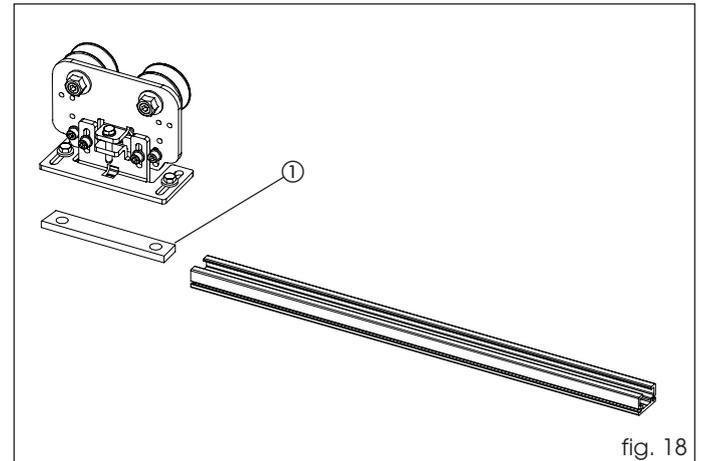

fig. 18
Sur les automatismes 940, remplacer la plaquette du chariot par la plaquette fournie ( fig. 18 réf. ①).